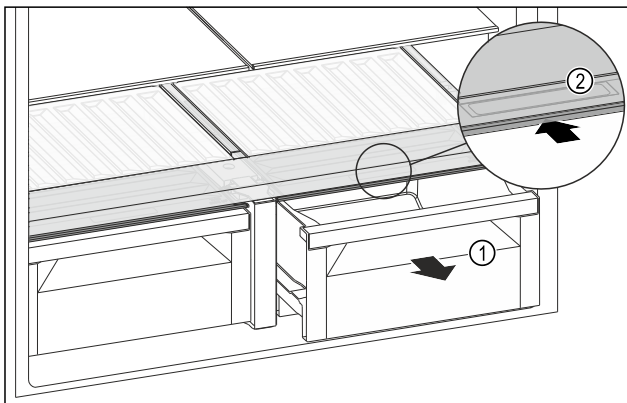

Fig. 143
- Schubfach Fig. 143 (1) herausziehen.
- Griffmulde Fig. 143 (2) am Fachdeckel anfassen und Fachdeckel gleichzeitig nach hinten schieben.